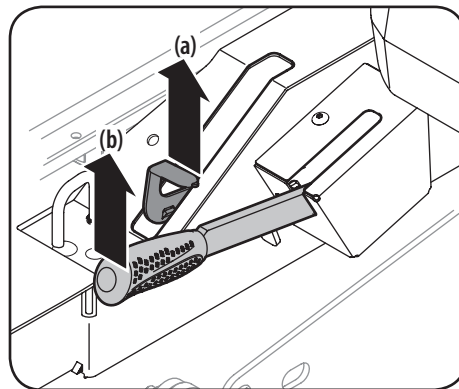

Figure 2-2
4. Déplacez le levier de dérivation (a) vers l'extérieur et vers le haut et tirez-le complètement vers l'arrière pour engager les soupapes de dérivation. Voir Figure 2-2.